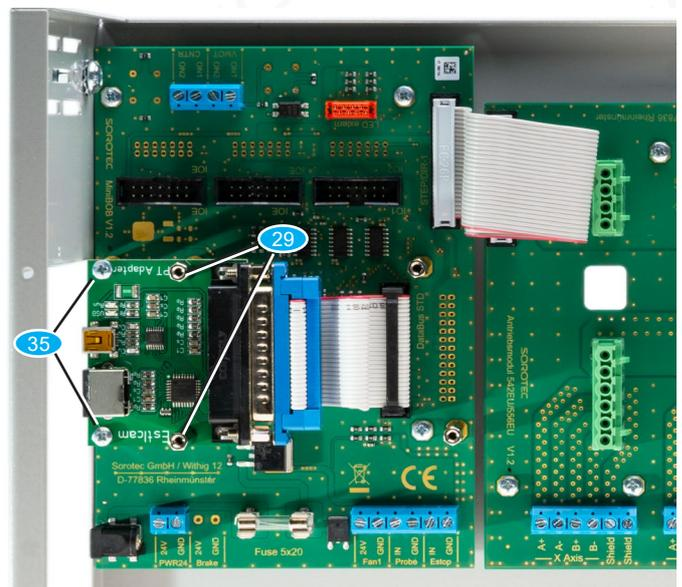

Bild 12: Montiertes Adaptermodul, hier für Estlcam
- Montieren Sie das Adaptermodul mit Zylinderschrauben **35** und Distanzhülsen M3 x 20 **29** auf das MC Bob, wie in Bild 12 gezeigt.